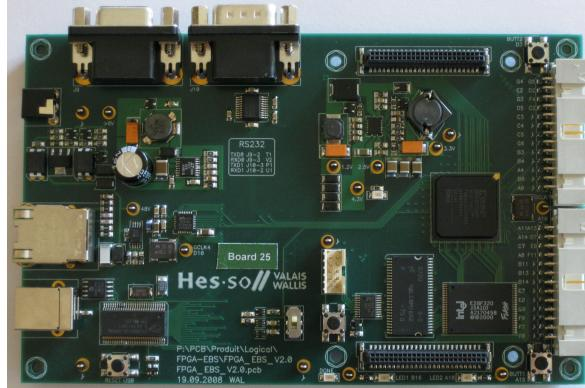
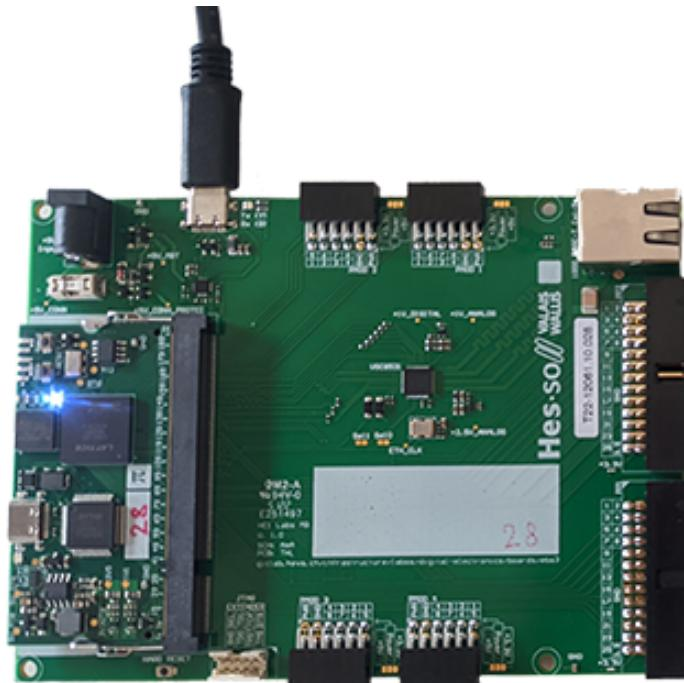

Figure 12 - Carte électronique **FPGA** EBS2 [7]
Figure 13 - Carte électronique **FPGA** EBS3 [11]
- Une carte de développement FPGA (Figure 12 ou Figure 13)